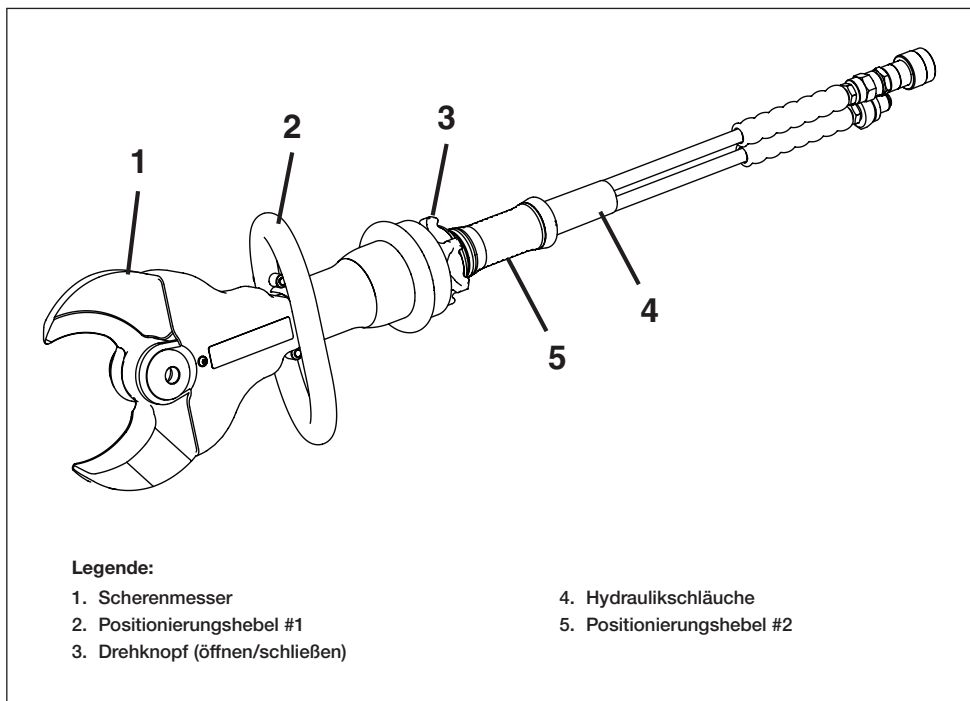

Abbildung 1, Funktionen und Komponenten
Für eine Beschreibung der Hauptfunktionen des Schneidgeräts und der im Lieferumfang enthaltenen Elemente siehe die Abbildung 1. Für maximale Schneidleistung, Spezifikationen und Abmessungen siehe Abschnitt 2.0.
- Positionieren Sie das Schneidgerät wunschgemäß, indem Sie die an der Seite und an der Rückseite des Hydraulikzylinders des Schneidgeräts angebrachten Positionierungshebel verwenden. Siehe Abbildung 1.